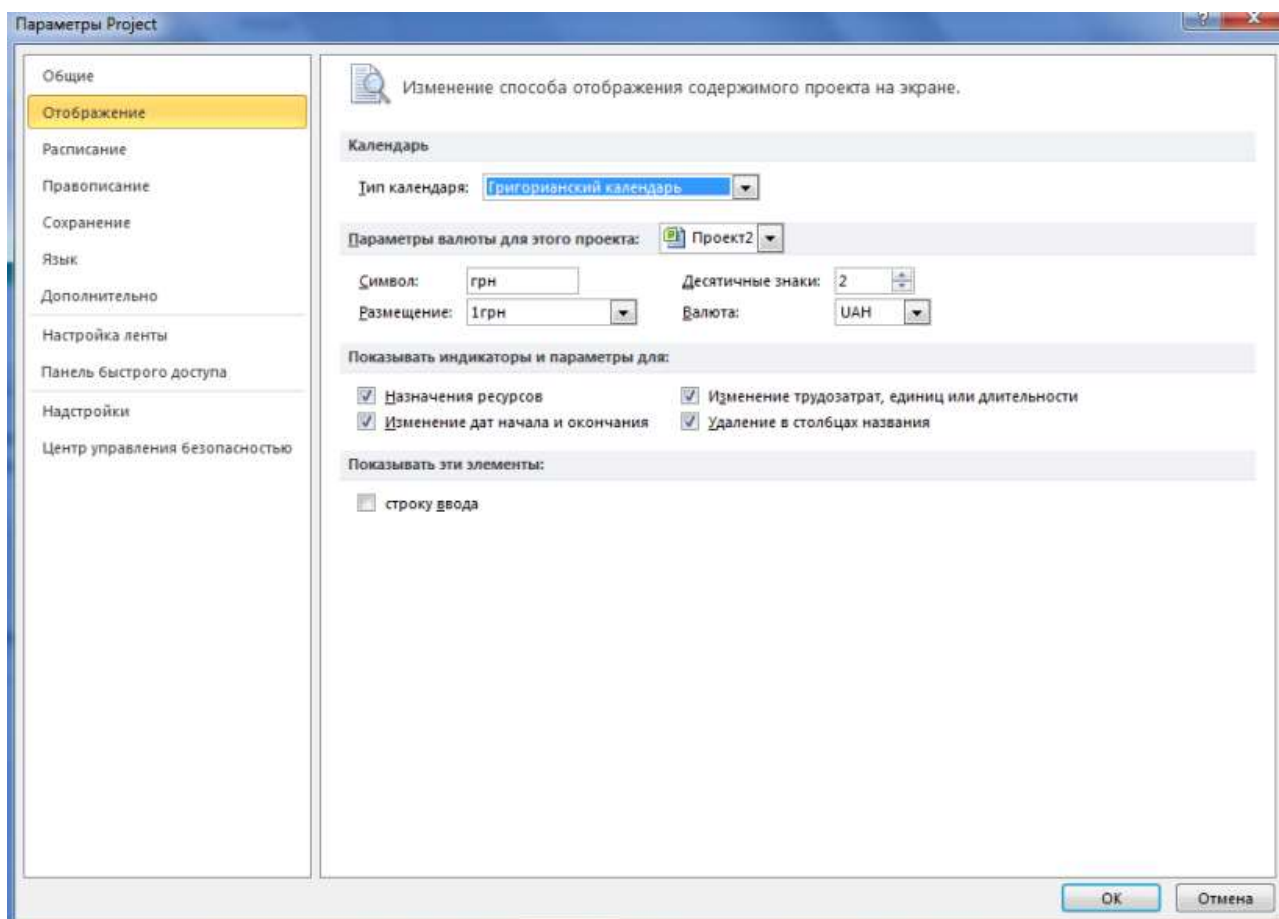

Рис. 3.1 - Настройка закладки "Отображение"
- а. Выбираем валюту проекта и пишем символ валюты, Рис. 3.1.